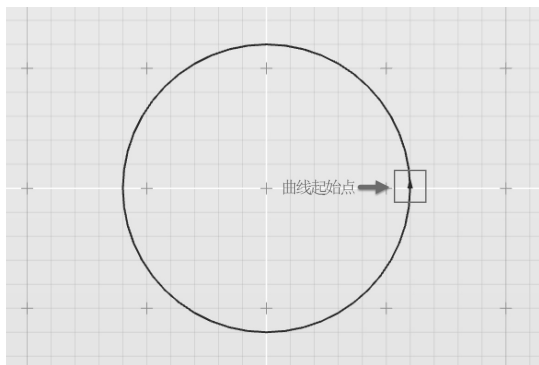

图 3-61 观察曲线圆的起始点
1) 打开素材文件夹“练习 (3.4.3_2)”中的 Evolve 文件, 激活顶视图, 观察曲线圆的起始点, 如图 3-61 所示。